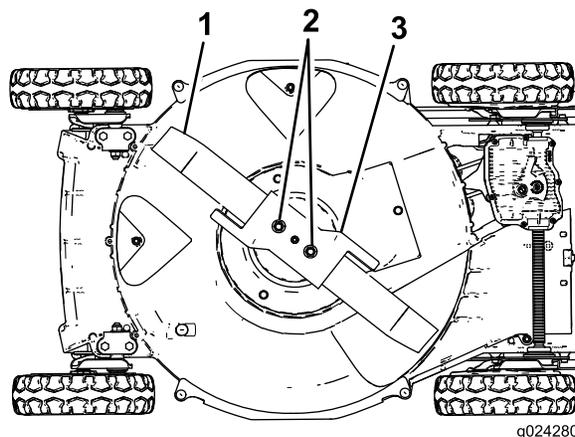

Figura 23
5. Inclinate la macchina sul fianco **destra** (il filtro dell'aria in alto) come mostrato in Figura 23.